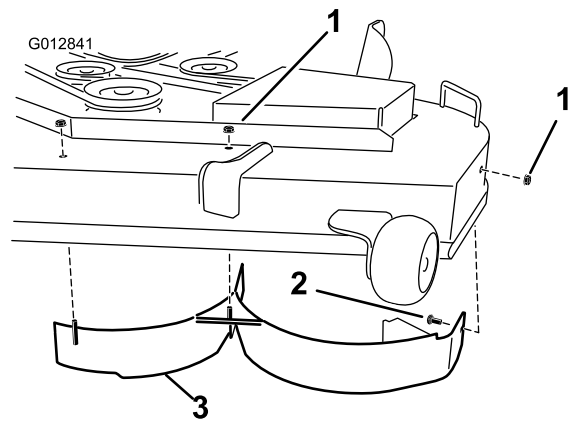

Figura 29
6. Rimuovete i due dadi di bloccaggio (5/16".) fissati sui perni saldati del deflettore sinistro in posizione centrale e a sinistra del centro sulla parte superiore del piatto di taglio (Figura 29). Rimuovete il bullone a testa tonda e il dado di bloccaggio che fissano il deflettore sinistro al lato del piatto di taglio.
7. Staccate il deflettore sinistro dal piatto di taglio come illustrato nella Figura 29.